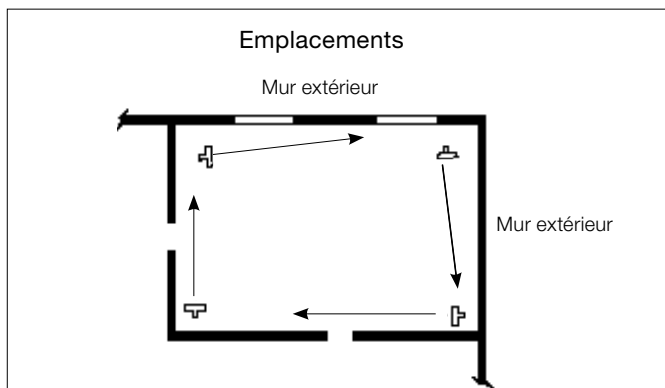

Figure 2
- 1.4 L'air évacué est dirigé vers des espaces où il y a perte de chaleur, comme devant les portes et les fenêtres (voir la Figure 2, page 29).
- 1.5 L'air évacué est dirigé vers le long des murs extérieurs dans un certain angle (voir la Figure 2, page 29).
- 1.7 Les flux d'air évacué se mélangent et créent un flux d'air circulaire. Il n'est pas obligatoire que le flux d'air d'un appareil de chauffage se rende jusqu'à l'appareil suivant (voir la Figure 2, page 29).